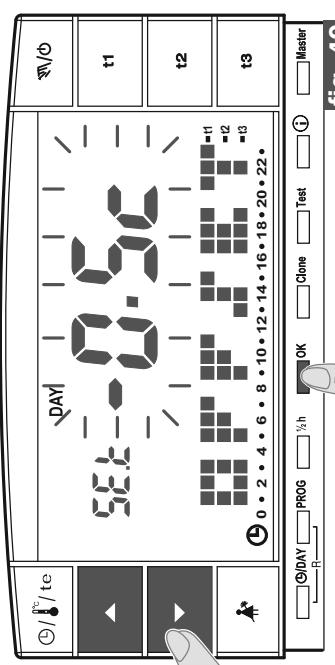

fig. 40
• Agendo sui tasti **▲ ▼** impostare il valore desiderato (esempio in fig. 40).
• Premere **OK** per confermare e ritornare al funzionamento da programma (esempio in fig. 40).